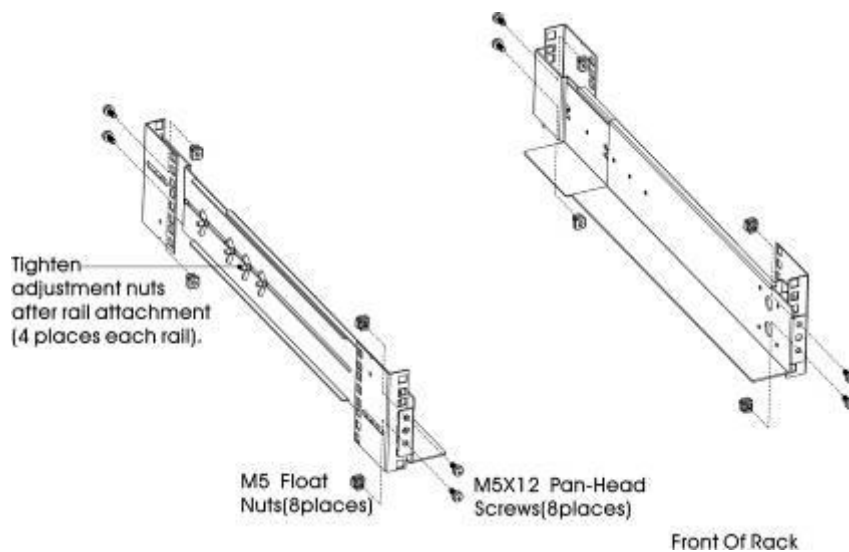

Abb. 5: Fixieren der Schienen
2. Wählen Sie eine passende Größe im Rack um Ihre USV zu positionieren (s. Abb. 5). Die Schiene benötigt je 4 Positionen im vorderen und rückwärtigen Teil des Racks.